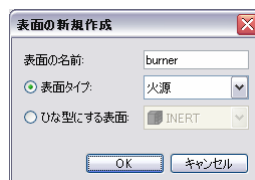

図 2.2 火源表面の新規作成
3. 表面の名前 のボックスに **burner** と入力します、図 2.2。